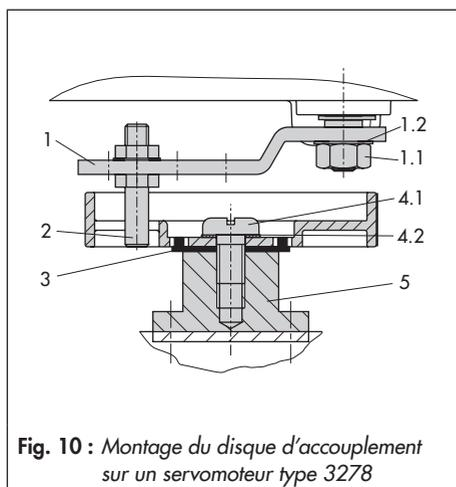

Fig. 10 : Montage du disque d'accouplement sur un servomoteur type 3278
Légende des Fig. 10 et Fig. 11
- 3 Plaque de transmission (Fig. 10)